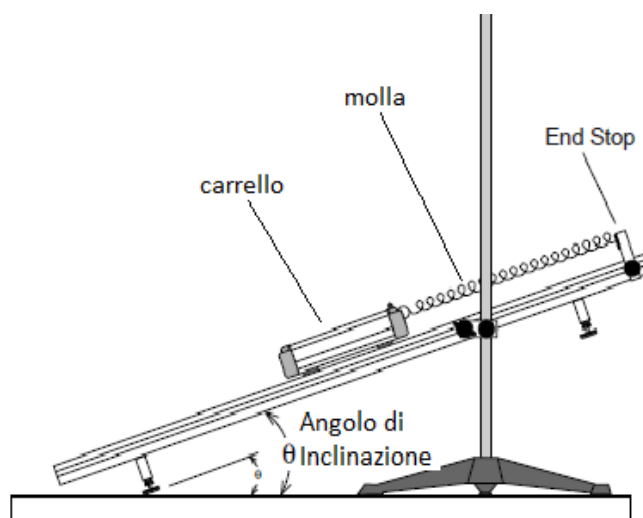

figura 1
- 2) Si congiungano i due segmenti di rotaia, si ponga il carrello sulla rotaia a basso attrito e si agganci una molla all'estremità del carrello. Si agganci l'altra estremità al fine della rotaia (end stop). (si veda figura 1)